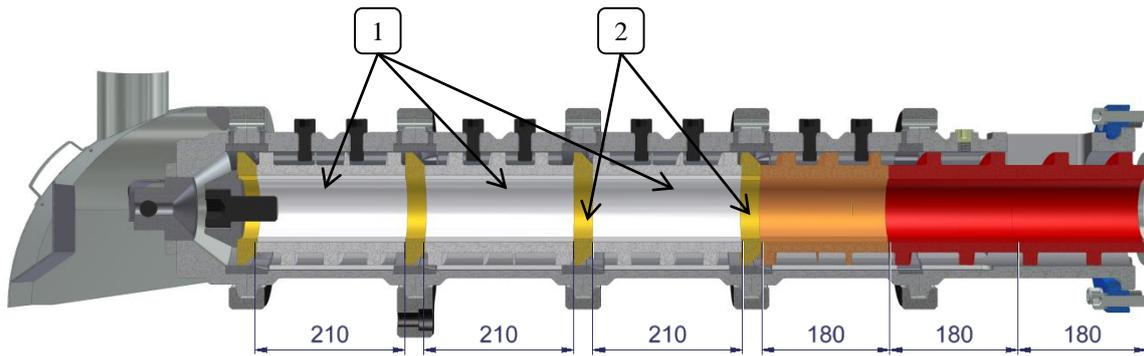

Figure 30 - Schnitt durch die Arbeitseinheit für die Extrusion von Sonnenblume
- *Bei einer Extrusion von Sonnenblumenpressstücken ist die Arbeitseinheit mit den gleichen Schneckentypen, Schrauben, Kammern sowie Ausgangsdüsen bestückt, wie im Fall der Rapspressstücke. Weil aber der Samen der Sonnenblume einen hohen Anteil an Faserstoffen in Form von Schalen enthält, die eine bedeutende Reibung verursachen, ist es notwendig, für die Einschränkung der Erwärmung des Extruders an den ersten beiden Positionen s.g. „WALZENEINSÄTZE“ zu wählen, siehe Abbildung 30. Diese Walzeneinsätze entwickeln nicht so einen Druck, und damit auch nicht so eine Temperatur, das Material wird sich erst zum eigentlichen Ende der Arbeitseinheit erwärmen und es kommt nicht zu dessen Überhitzung.*